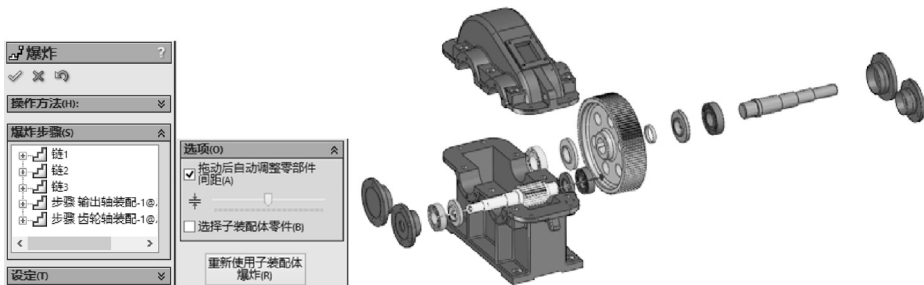

图 5-69 直接使用子装配体的爆炸视图 2
STEP 8 同 **STEP 7**，选择“齿轮轴装配”子装配，单击“爆炸”属性管理器底部的“重新使用子装配体爆炸”按钮，使用此子装配体的爆炸视图，如图 5-69 所示。